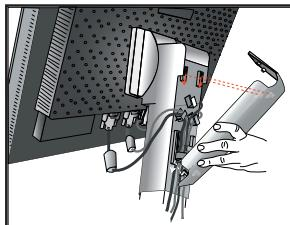

Figure 8
6. Maintenez tous les câbles fermement et placez la gaine de câble dans le support (Figure 8).